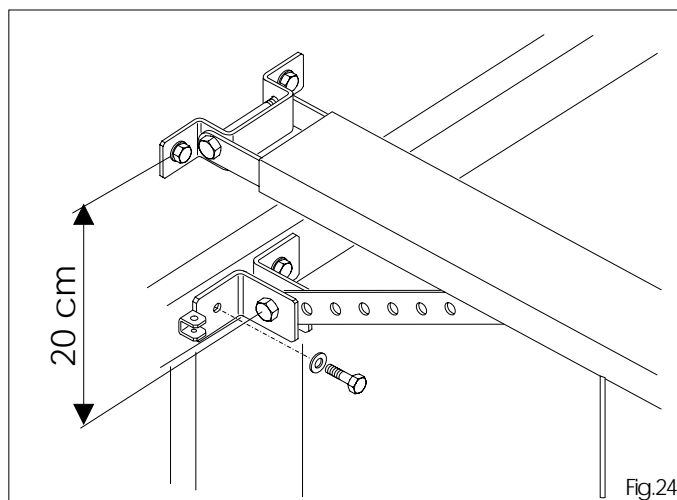

Fig.24
N.B. : La distance entre la bride tige d'entraînement et bride binaire de glissement ne doit pas dépasser 20cm (max 30°) (fig.24).
6.22 Après avoir fixé la position, percer et fixer avec des vis appropriées (fig.24).